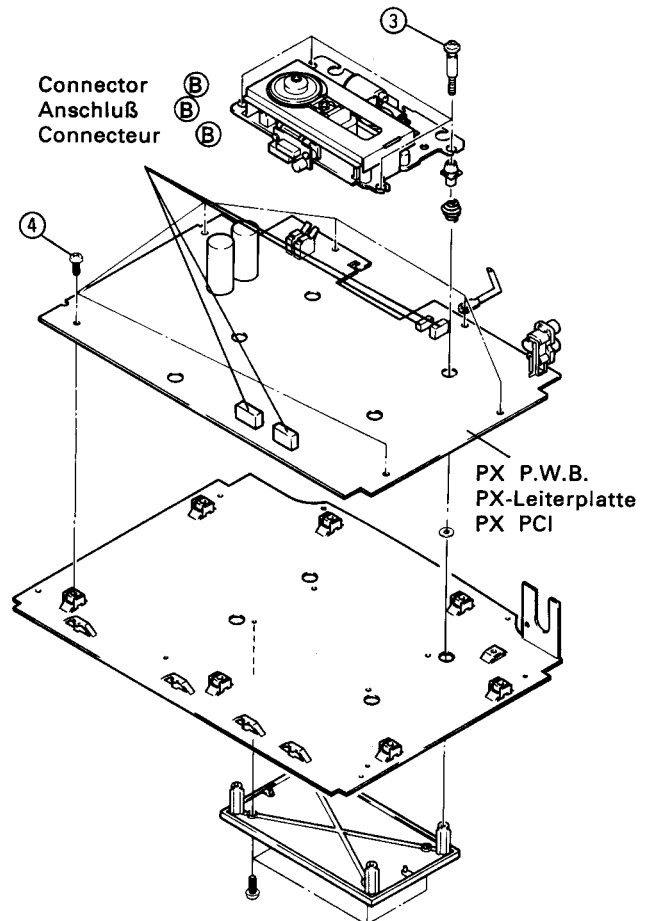

Fig.2
### 2. Laufwerk entfernen (Abb. 2)
### 3. PX-Leiterplatte (Abb. 2)
**2. Dépose du mécanisme (Fig. 2)**
**3. Dépose du PX PCI (Fig. 2)**